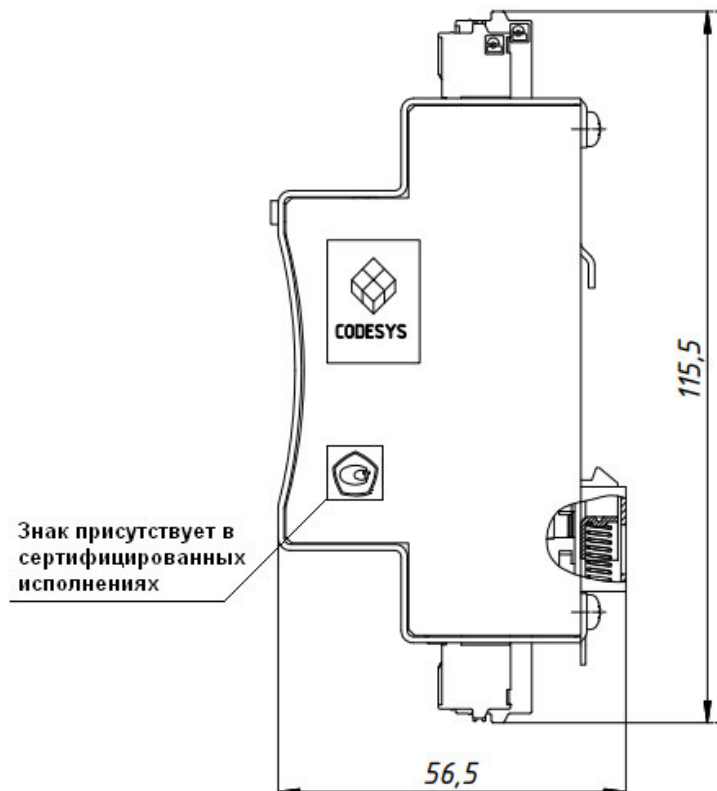

Рисунок 1.4 – Контроллер. Габаритно-установочный чертеж. Вид сбоку
- знак утверждения типа (для сертифицированных исполнений, см. рисунок 1.4);